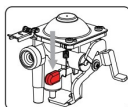

Fig. 7
4. Empujar hacia abajo la palanca con la tapa roja de goma para reiniciar (fig. 7).